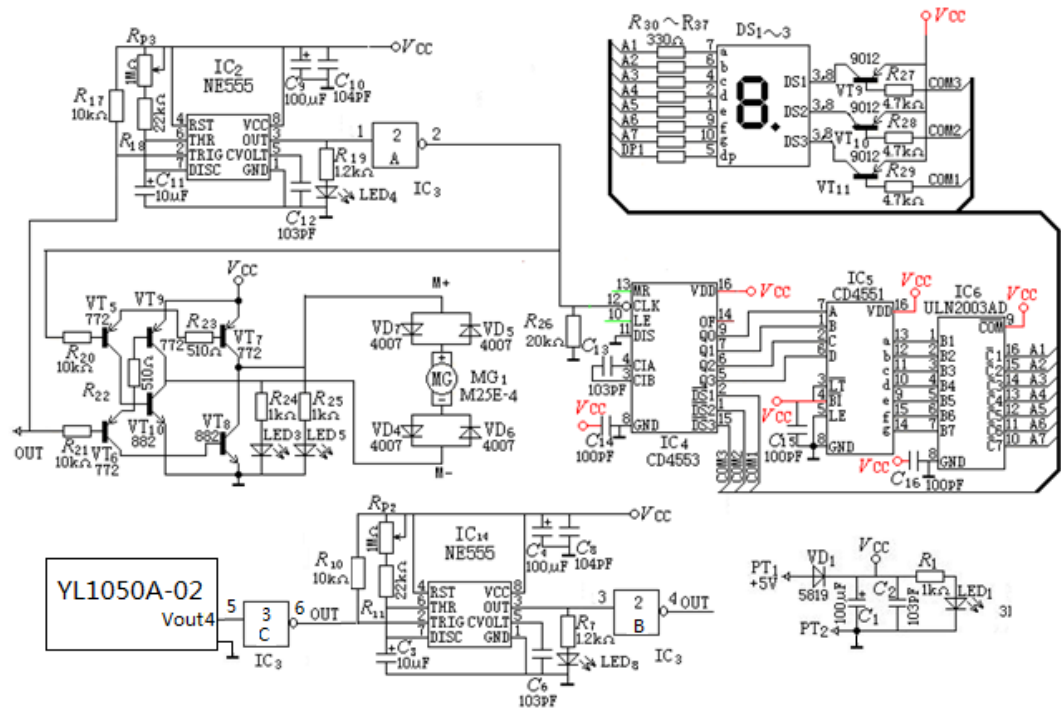

图 1-3-1A 自动感应门系统电路原理图
6. 利用 LabVIEW 软件制作如图 1-3-1A 所示自动感应门控制界面。